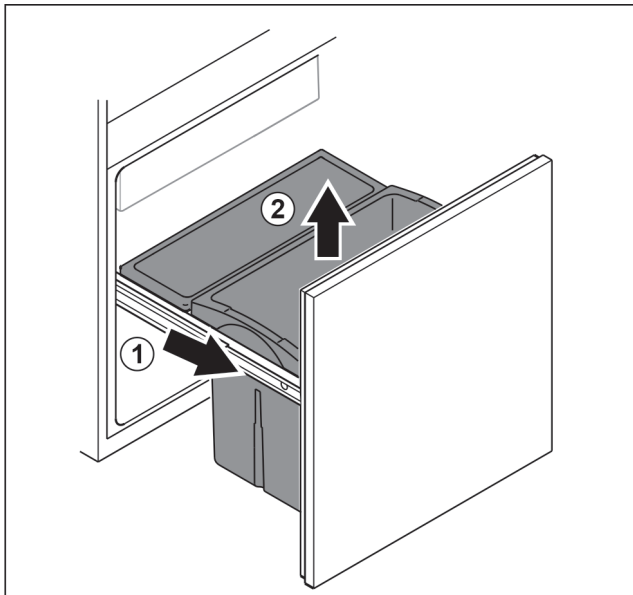

Fig. 53
- ▶ Вытяните выдвижную тележку до упора. Fig. 53 (1)
- ▶ Извлеките выдвижной ящик движением вверх. Fig. 53 (2)